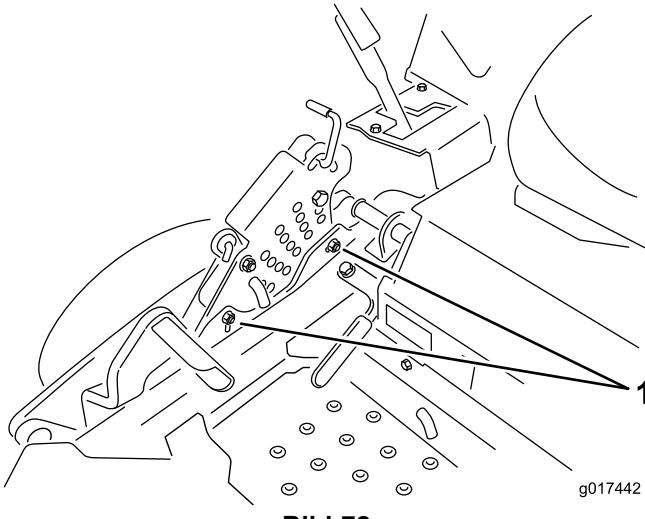

Bild 72
- Ziehen Sie die Schrauben unten an der Schnitthöhenplatte an (Bild 72). Ziehen Sie sie auf 37 bis 45 Nm an.